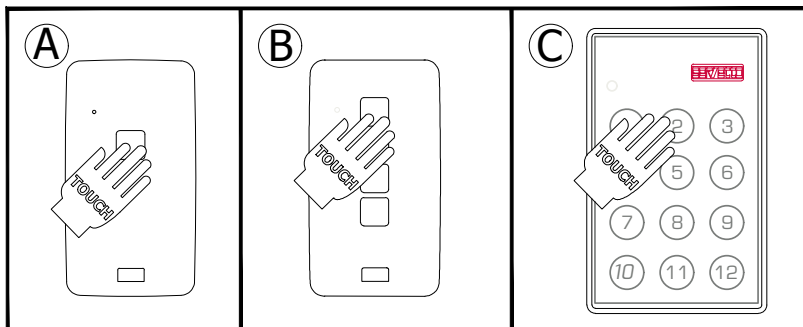

Fig. 23
- 2 - Appuyer sur la touche de la télécommande souhaitée (Fig. 23) et on entend un autre Bip.
Télécommandes disponibles (fig. 23) :